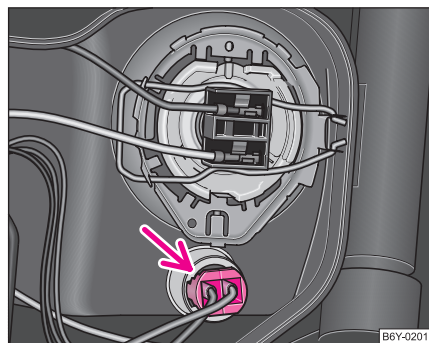
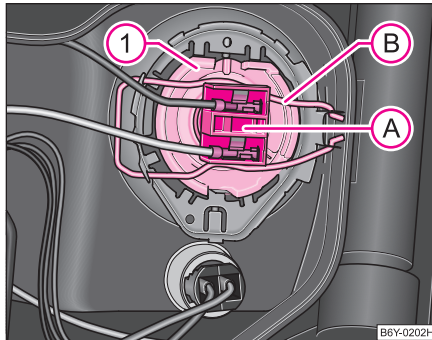

Fig. 176 Demontarea becului cu incandescență a luminii de poziție din față
Fig. 177 Demontarea becului luminii de întâlnire
- Trageți soclul becului cu becul din far ⇒ pagina 240, fig. 176.
- Scoateți becul ① și înlocuiți-l cu unul nou, astfel încât elementele de fixare ale reflectorului să se fixeze în locașurile corespunzătoare.
- Cuplați ștecărul (A) ⇒ fig. 177.